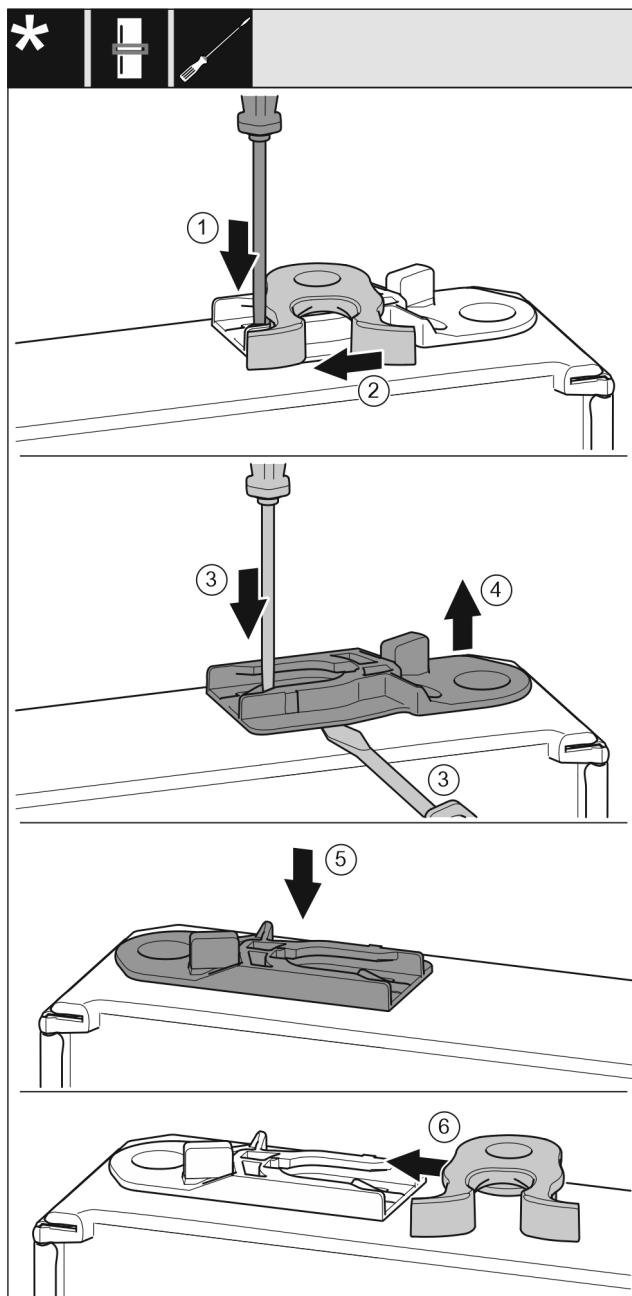

Fig. 17
- Plochým skrutkovačom zatlačte strmeň nadol. Fig. 17 (1)
- Zatvárací hák vytiahnite z vedenia. Fig. 17 (2)
- Vytiahnite vodiace puzdro: plochým skrutkovačom zatlačte strmeň a súčasne plochý skrutkovač zasuňte pod vodiace puzdro. Fig. 17 (3, 4)
- Vodiace puzdro, ktoré je súčasťou dodávky, zasuňte na druhej strane telesa. Fig. 17 (5)
- Zatvárací hák zasuňte do vedenia. Fig. 17 (6)